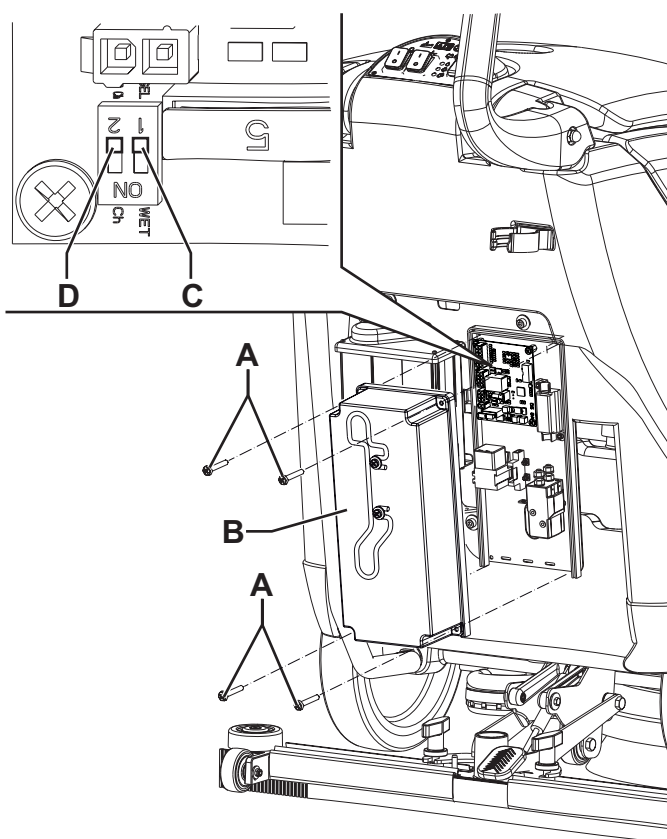

Рис. 1
1. Отсоедините соединитель аккумуляторной батареи (29).
3. Удалите винты (А, Рис. 1), затем аккуратно снимите крышку (В) корпуса электродетали (25).